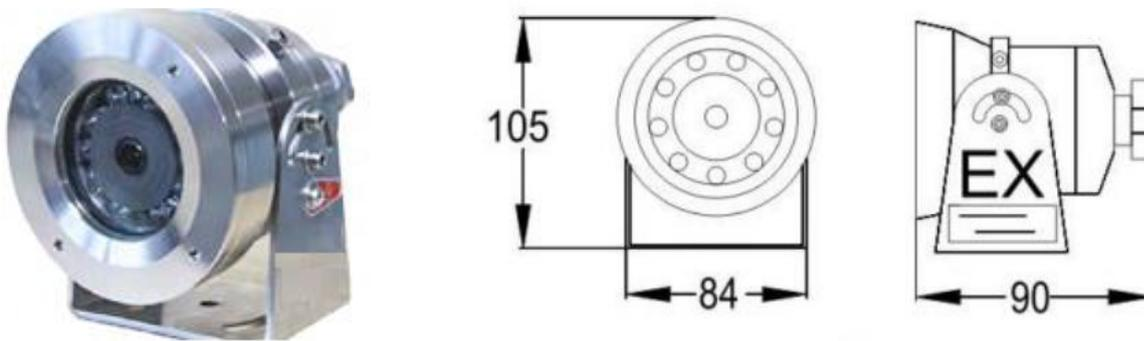
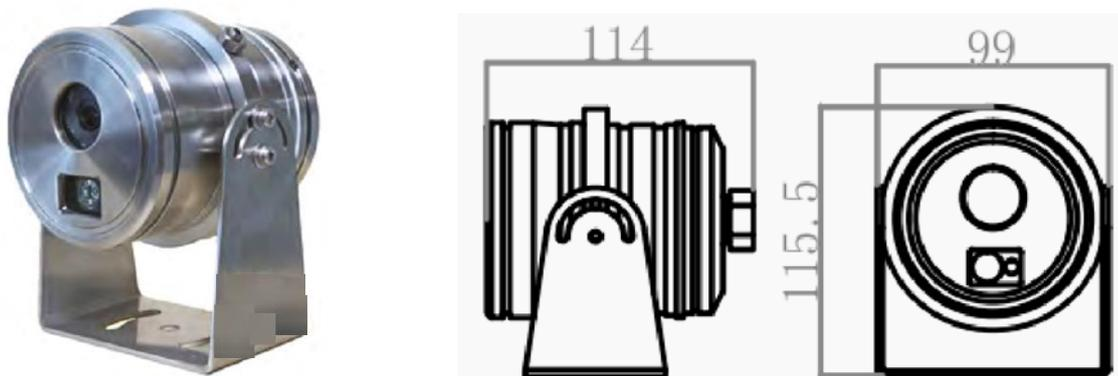

Рис. 1 – Общий вид мини видеокамеры с ИК-подсветкой модель Кондор-ВК-П-50-Н/М исп.1
Рис. 2 – Общий вид мини видеокамеры с ИК-подсветкой модель Кондор-ВК-П-50-Н/М исп.2
- 2.1. Мини видеокамера с ИК-подсветкой модель Кондор-ВК-П-50 выпускается в двух исполнениях: исп.1 и исп.2. Исполнения различаются размещением ИК-подсветки и габаритами (Рис.1 и Рис.2). У исп.1 ИК-подсветка размещена по окружности вокруг объектива. У исп.2 ИК-подсветка размещена в отдельном окне ниже объектива.